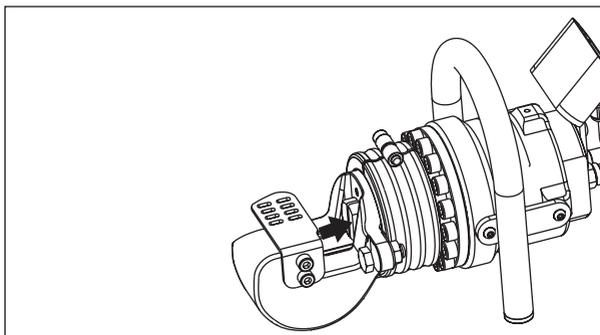

Figura 6, pistão e lâmina na posição inicial (totalmente retraída)
Sempre garanta que o pistão e lâmina móvel estejam na posição "inicial" totalmente retraída antes de colocar qualquer material dentro do cabeçote de corte. Veja a Figura 6.
2. Certifique que o pistão esteja na posição "inicial" (totalmente retraída). Veja a Figura 6.